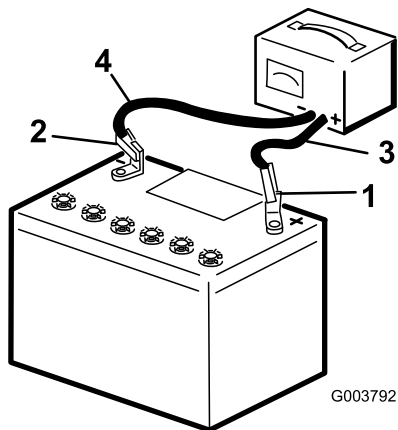

Figura 97
5. Conecte el cable positivo del cargador de la batería al borne positivo de la batería (Figura 97).
6. Conecte el cable negativo del cargador de la batería al borne negativo de la batería (Figura 97).
8. Cuando la batería esté completamente cargada, desconecte el cargador de la fuente eléctrica, luego desconecte los cables del cargador de los bornes de la batería (Figura 97).